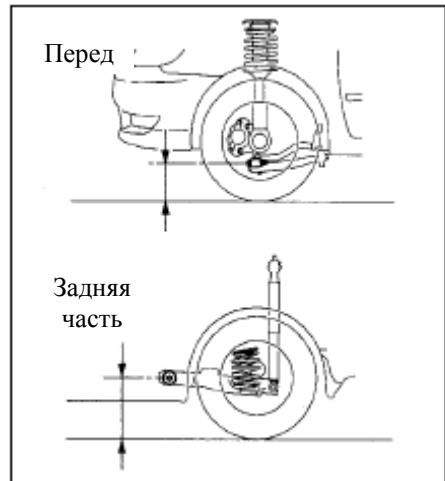

Рис. 170
2. Измерьте высоту автомобиля( рис. 170)